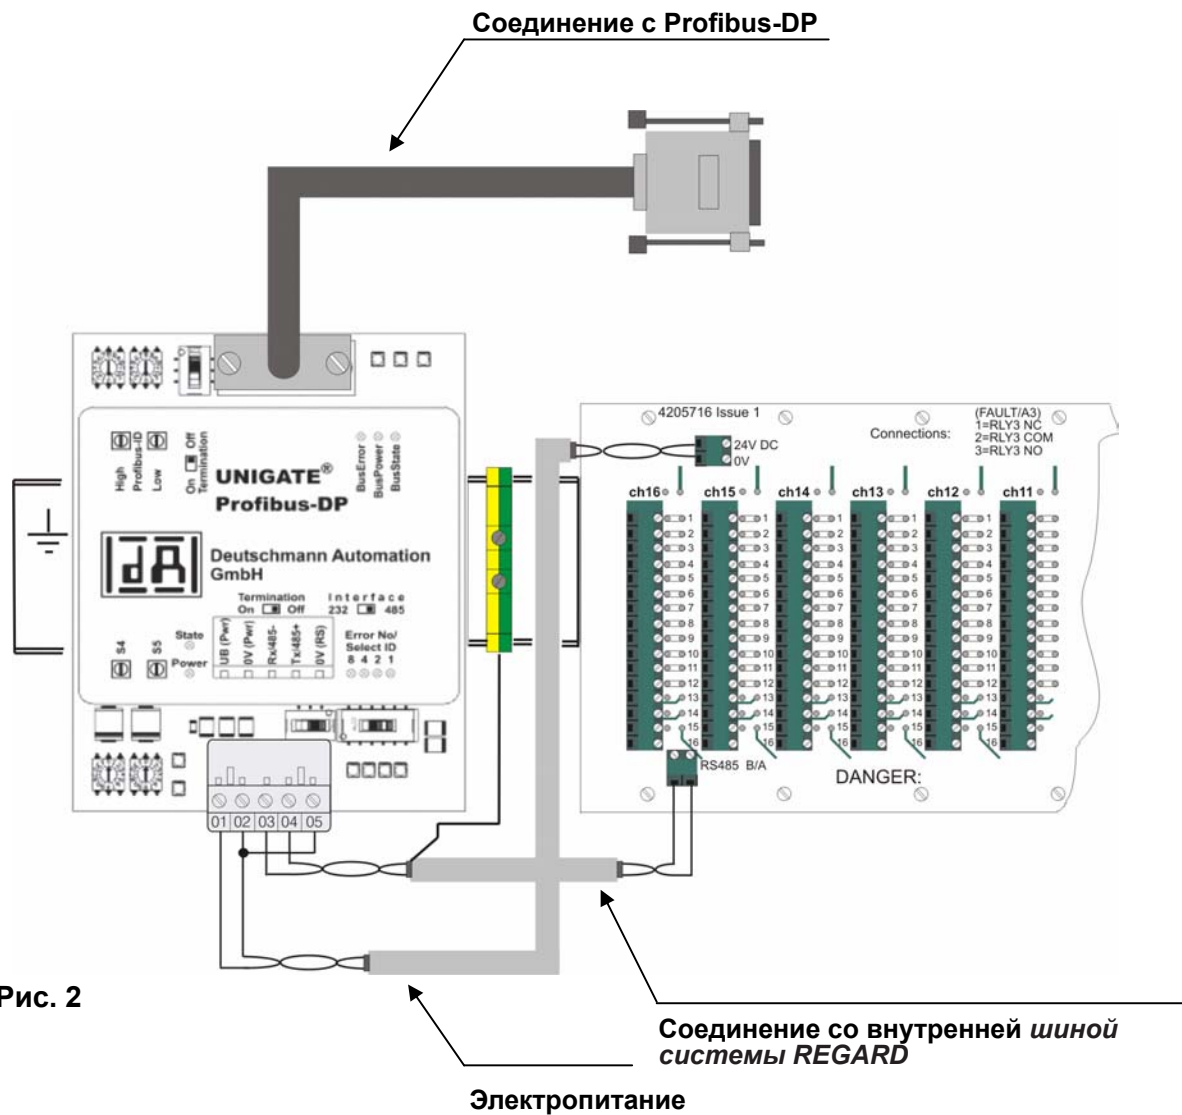

Рис. 2
- Подключите стандартную DIN-рейку (глубокую DIN-рейку в соответствии с EN 50022) с наименьшим возможным импедансом к заземляющей полосе шкафа управления (см. Пункт 4.7/Рис. 2).
*Интерфейсный модуль* питается от источника электропитания с напряжением от 10,8 до 30 В постоянного тока (номинальн. 24 В постоянного тока). Напряжения питания подается в модуль через 5-выводную винтовую клеммную колодку (также см. Пункты 4.4 и 4.7/Рис. 2)
Экран кабеля необходимо подсоединить к клемме заземления (эквипотенциальное соединение) рядом с *интерфейсным* модулем (см. также п. 4.7/Рис. 2).